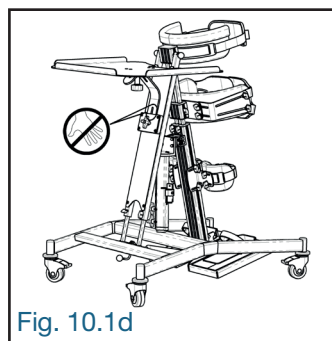

Fig. 10.1d
• Lors de l'ajustement vertical de la table, NE PAS mettre les doigts et les mains entre la rainure du support (A) de table et la glissière (B) du plateau stabilisateur (Fig. 10.1d).